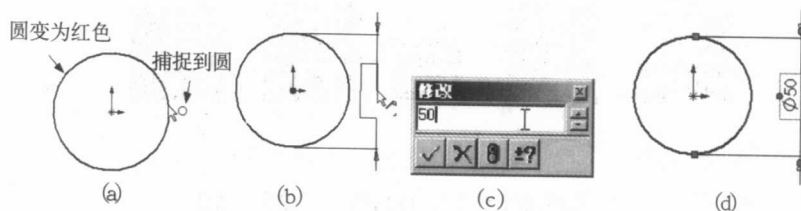

图1.12
- (5) 标注尺寸。单击草图绘图工具栏的“尺寸标注”，光标变为。移动鼠标到圆上直到圆变成红色，单击鼠标左键，如图1.12(a)所示。移动鼠标到合适位置单击左键，弹出数值修改对话框，将数值改为50，如图1.12(b)、图1.12(c)所示。单击对话框里的，完成圆的尺寸标注，同时圆的直径尺寸也变为50mm，如图1.12(d)所示。